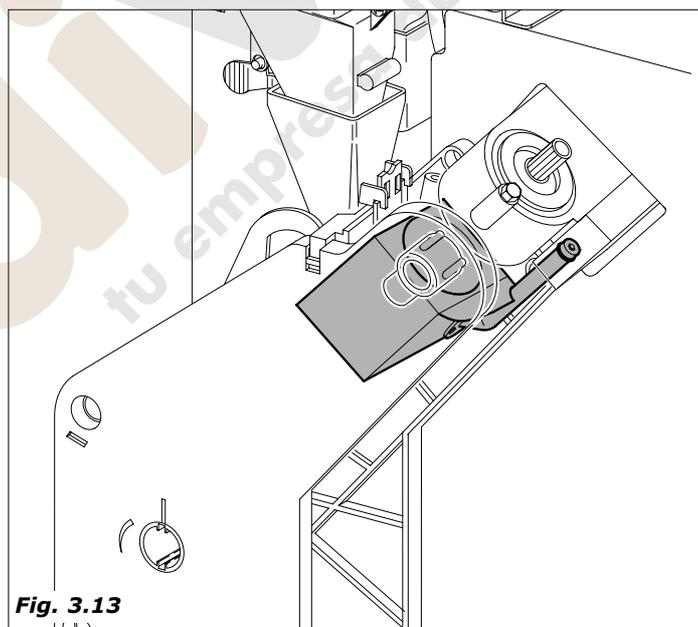

Fig. 3.13
- De nuevo se activa el motorreductor del grupo de café hasta llegar a la posición de reposo, (durante este movimiento se expulsa la pastilla de café utilizada) (Fig.3.13)